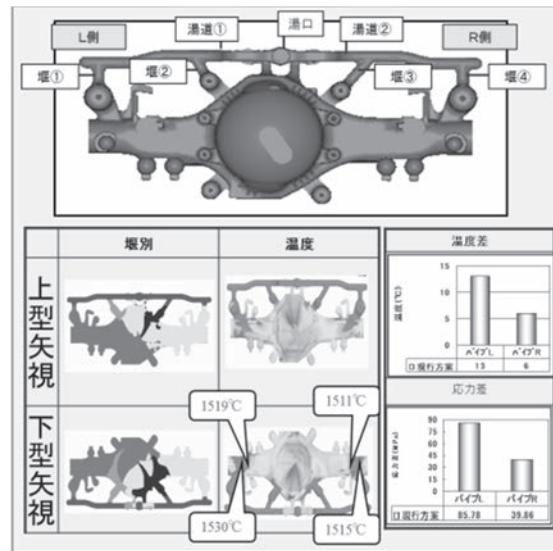

Fig. 8 湯流れ・温度差・応力差
堰別の湯流れを見ると、堰①側からの流量が多くパイプ部周辺の温度はL側の方が高くなっている。そのため、ワレ部周辺の応力差もL側の方が高くなっている(Fig. 8)